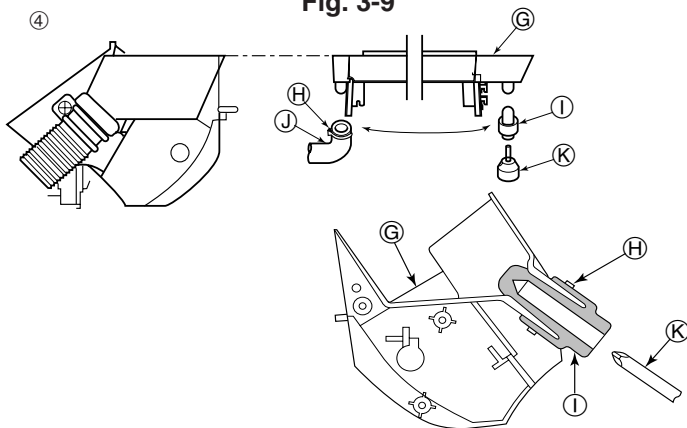

Fig. 3-10
- 4) La manguera de desagüe se puede conectar a dos posiciones diferentes. Utilice la posición más conveniente y, si es necesario, intercambie la posición de la cubeta de desagüe, tapón de caucho y manguera de desagüe. (Fig. 3-10)